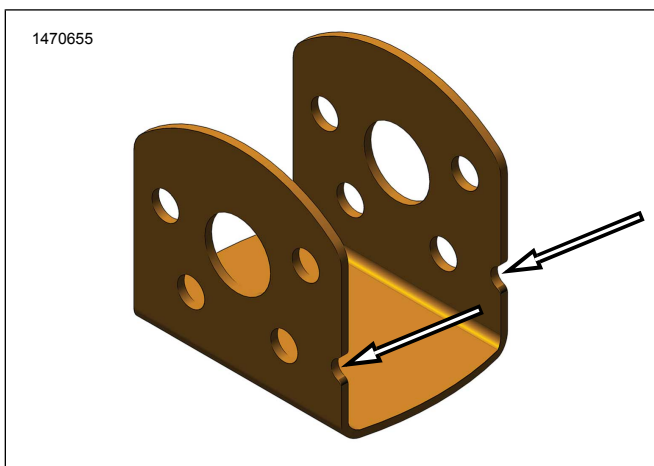

Figure 6. Cran de plaque de repose-pied
5. Voir la Figure 6. Installer la **nouvelle** plaque de repose-pied (2).